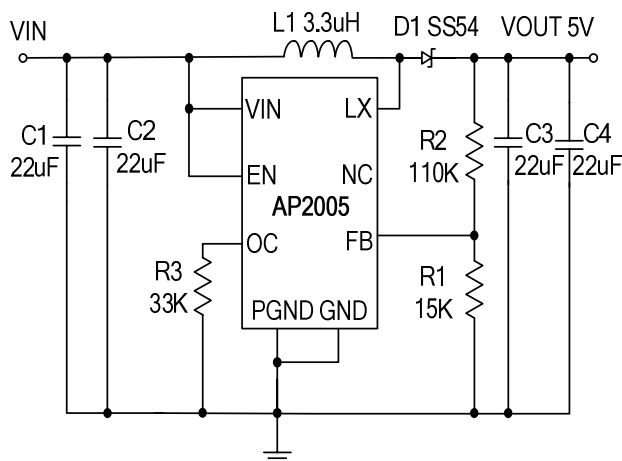

图 1 典型应用电路
**Electrical Characteristics** (Note 2)(VCC = 3.3V, TA = 25°C, 按照图1测试电路, 除非有其他说明。)